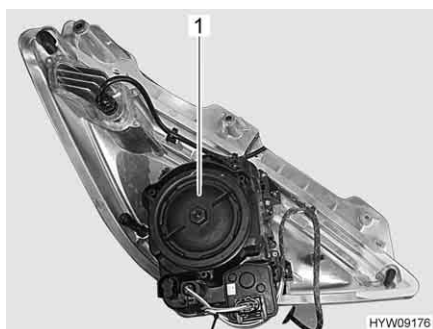

Fig. 236 Faro anteriore (lato posteriore)
- Ruotare il coperchio dell'involucro (Fig. 236,1) in senso antiorario e rimuoverlo.
- Posizionare il coperchio dell'alloggiamento (Fig. 236,1) e ruotarlo in senso orario fino a bloccarlo.